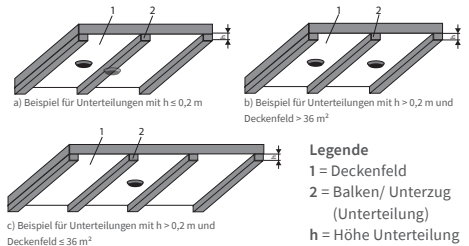

Abb.4: Beispiele für Unterteilungen in Deckenfelder
- bei Höhen der Unterzüge ≤ 0,2 m, bleiben die Unterzüge ohne Berücksichtigung und der/die Melder darf/dürfen auch auf diesem Unterzug/diesen Unterzügen selbst installiert werden - siehe Abb.4 Beispiel a).
- bei Unterzügen mit einer Höhe > 0,2 m, so ist, wenn die daraus gebildeten Deckenfelder eine Fläche von > 36 m² aufweisen, je Deckenfeld ein Rauchwarnmelder anzubringen - siehe Abb.4 Beispiel b).
- bei Unterzügen mit einer Höhe > 0,2 m und einer Fläche der Deckenfelder ≤ 36 m², bleiben die einzelnen Deckenfelder unberücksichtigt. Ein Rauchwarnmelder ist in einem Deckenfeld oder auf dem Unterzug, vorzugsweise in der Raummitte anzuordnen - siehe Abb.4 Beispiel c).